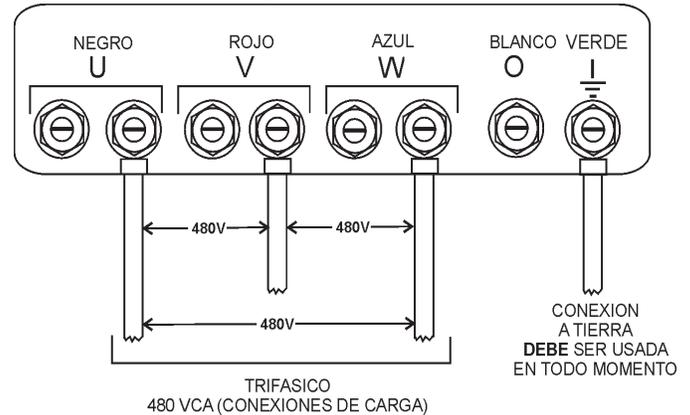

Figura 28. UVW O Terminales de salida Conexiones 1Ø-480V
- Conectar el cable de carga a las terminales U V W O como muestra la Figura 28.